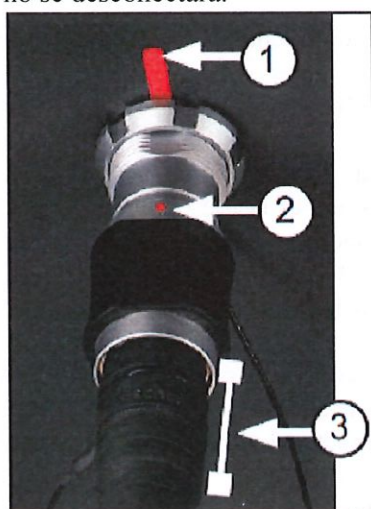

Figura 13. Conexión de la línea de fibra óptica del cableado de la caja de conexiones
d. Conecte el conector de fibra óptica del cableado de la caja de conexiones a la toma de fibra óptica de la caja de conexiones (Figura 13). Para realizar la conexión, alinee la marca de alineación (leyenda 1) sobre la toma de fibra óptica con el punto de alineación rojo (leyenda 2) en el conector de fibra óptica y empuje el conector. Un sonido de clic indica que la conexión se ha realizado correctamente. NOTA: Para verificar que el conector de fibra óptica esté seguro, tire del área de comprobación de la conexión identificada por la Figura 13, leyenda 3. Si la línea de fibra óptica está bien conectada, el cable no se desconectará.
d. Conecte el conector de fibra óptica del cableado de la caja de conexiones a la toma de fibra óptica en la consola (Figura 13). Para realizar la conexión, alinee la marca de alineación (leyenda 1) sobre la toma de fibra óptica con el punto de alineación rojo (leyenda 2) en el conector de fibra óptica y empuje el conector. Un sonido de clic indica que la conexión se ha realizado correctamente.
NOTA: Para verificar que el conector de fibra óptica esté seguro, tire del área de comprobación de la conexión identificada por la Figura 13, leyenda 3. Si la línea de fibra óptica está bien conectada, el cable no se desconectará.
d. Conecte el conector de fibra óptica del cableado de la caja de conexiones a la toma de fibra óptica en el panel de conexión móvil (Figura 13). Para realizar la conexión, alinee la marca de alineación
(leyenda 1) sobre la toma de fibra óptica con el punto de alineación rojo (leyenda 2) en el conector de fibra óptica y empuje el conector. Un sonido de clic indica que la conexión se ha realizado correctamente. NOTA: Para verificar que el conector de fibra óptica esté seguro, tire del área de comprobación de la conexión identificada por la Figura 13, leyenda 3. Si la línea de fibra óptica está bien conectada, el cable no se desconectará.